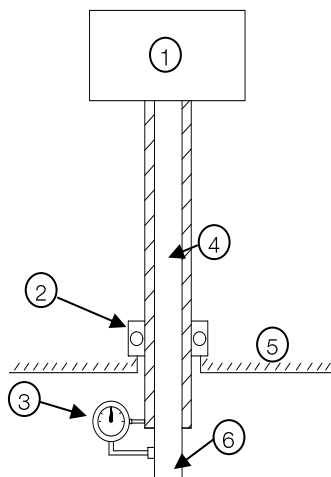

Figura 4.12: Alineación de motor con eje hueco
1. Fijar el reloj indicador a través de su base magnética en el eje de la bomba y alinearlo con la superficie base (eje del motor), ajustando el reloj indicador en cero (Figura 4.12);
Detalle de la Figura 4.12: